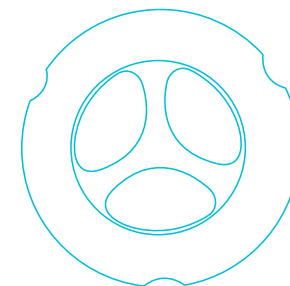

Fig. 12
- 12 • La Base para bailar en puntas de pie se puede usar por separado. (Fig. 12). Asegúrese de mantener la tabla sobre una superficie plana en un área segura.